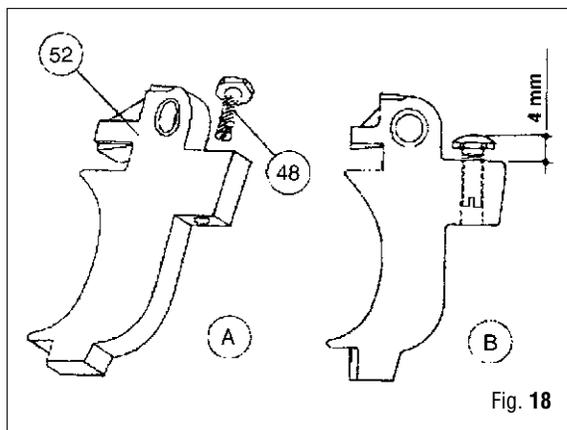

Fig. 18
33. Introduzca la parte redondeada del pistoncito de conexión (45) en el casquillo usando la herramienta correspondiente (A-13) (diám.1,5) o un par de pinzas delgadas.
34. Coloque el OR en la ranura del seguro (59).
37. Introduzca la clavija de regulación del gatillo (48) en el cuerpo del gatillo (52) (Fig.18-A). Con una llave de 6mm apriete la clavija de regulación en el cuerpo del gatillo (52) hasta que sobresale 4 mm aproximadamente (Fig.18-B).
38. Posicione correctamente el gatillo y fíjelo con el perno (53) en el asiento correspondiente de la empuñadura.
39. Coloque la culata (61) en la empuñadura (41) y bloqueeándola con la chaveta de fijación de la culata (62).
42. Abra la morsa y quite el cañón (26).
43. Con movimiento rotatorio, introduzca el depósito (25), si es necesario, con la ayuda de las mordazas (A-3).
44. Introduzca en el cañón (26) la cantidad de aceite que se indica en la siguiente tabla.